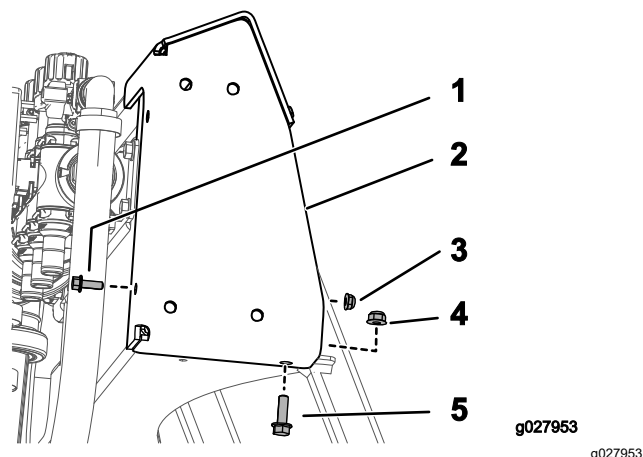

Figura 9
1. Montate la staffa superiore servendovi di 1 bullone (1/4-20 x 3/4"), 1 dado (1/4-20"), 1 bullone a testa esagonale flangiata (5/16-18 x 1") e 1 dado flangiato (5/16-18") come illustrato nella Figura 9.